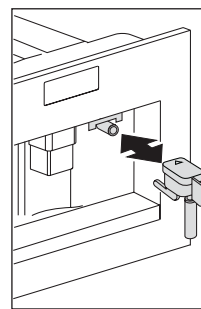

Rys. 19
- ▶ Jednocześnie możesz przyrządzić tylko jedną kawę, wciskając przycisk ☐ (B10) (Rys. 19).